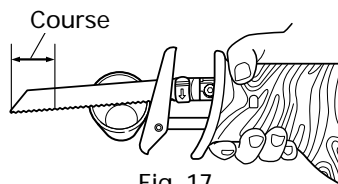
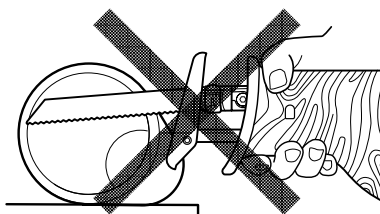
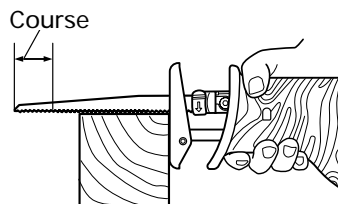
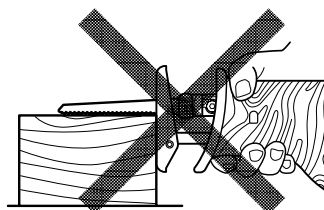

Fig. 17
Fig. 18
Fig. 19
Fig. 20
- Sélectionner une lame de la longueur appropriée. Idéalement, la longueur qui ressort du socle de la lame après soustraction de la distance de course doit être plus grande que le matériau (voir Fig. 17 et Fig. 19). Si l'on coupe un gros tuyau ou une pièce de bois volumineuse qui dépassent la capacité de coupe de la lame, la lame risque d'entrer en contact avec la paroi interne du tube ou avec le bois, etc., ce qui provoquera des dommages. (Fig. 18, Fig. 20)